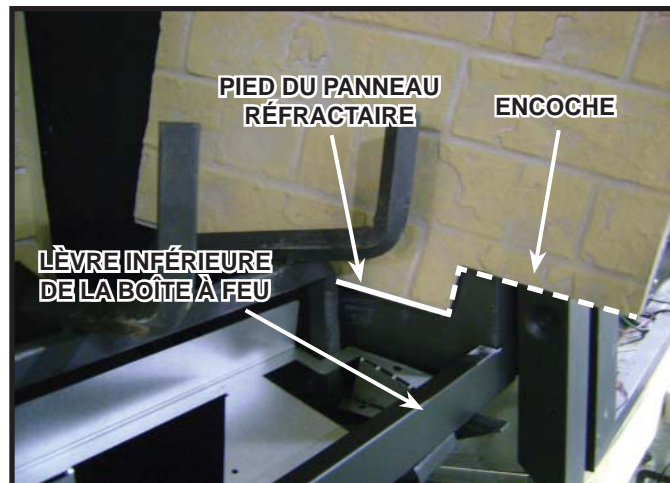

Figure 14.4
3. Placez le panneau réfractaire droit contre la paroi latérale droite de la boîte à feu. Placez l'encoche rectangulaire située au bas du panneau réfractaire droit sur la lèvre inférieure de la boîte à feu. Le pied du panneau réfractaire repose sur la boîte à feu une fois la lèvre de la boîte à feu introduite dans l'encoche du panneau. Voir figure 14.4.
- Tirez les quatre verrous de verre hors de la rainure sur le cadre de verre. Retirez la porte de verre de l'appareil (voir la figure 14.4).